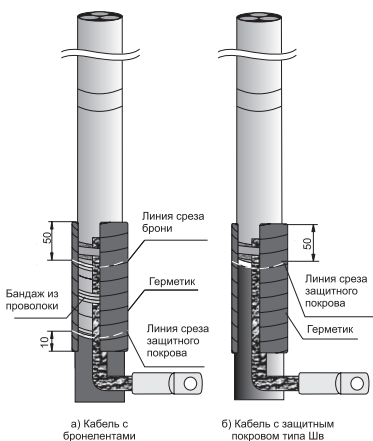

Рисунок 6
4.13 Обезжирить ступень брони и оболочки с проводом заземления и обмотать лентой герметика. Намтку начинать, отступив 50 мм от среза брони (защитного покрова в случае кабеля с защитными покровами типа Шв) в сторону конца кабеля. Намтку выполнить с заходом на 10 мм на защитный покров кабеля. Наматывать герметик с 20 %-ным перекрытием и небольшим вытягиванием. Разделительную бумагу герметика следует удалять по мере наматки (рисунок 6).